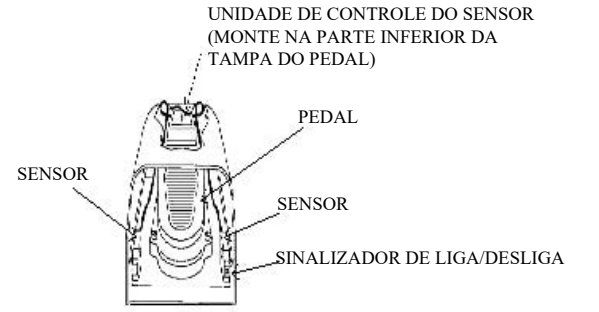

Figura 2: Os sensores são fixados nas LATERAIS do INVÓLUCRO do pedal
4. Dentro do invólucro do pedal (Figura 2), posicione o Sensor de Transmissão e o Sensor de Recepção nos lados opostos do pedal. Não posicione os sensores nas laterais do pedal. **SEM RETIRAR A TAMPA DE PROTEÇÃO DA FITA**, posicione-os de forma que a luz vermelha se acenda.